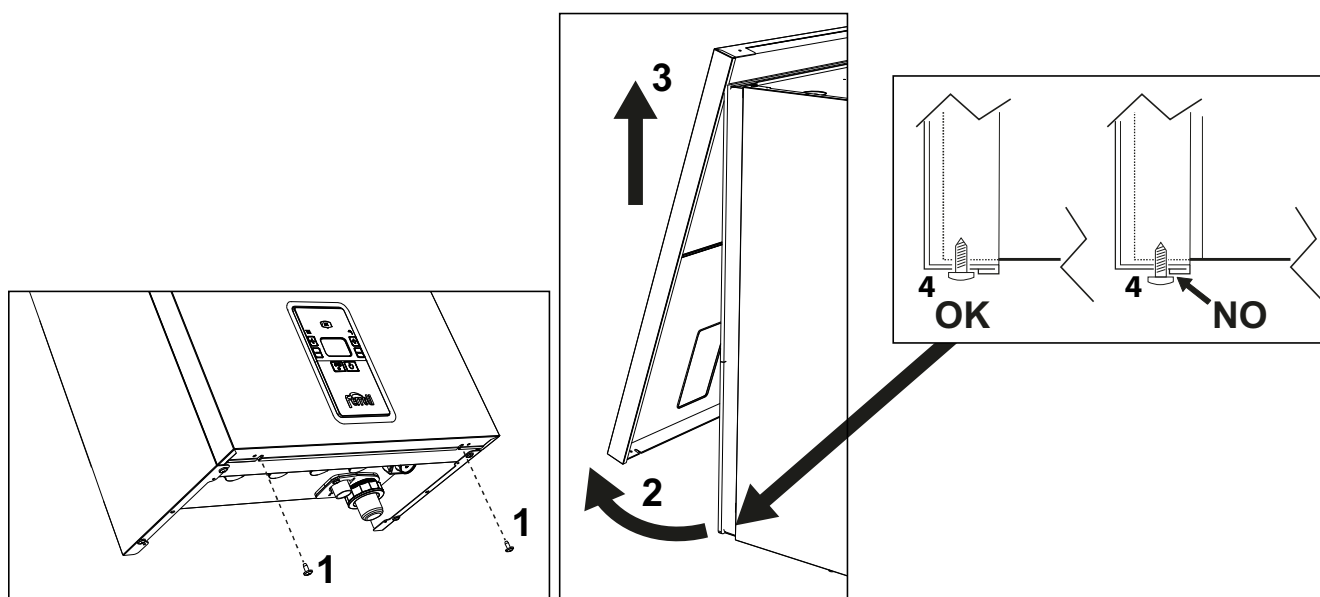

fig. 31- Openen van het voorpaneel
1. Draai de schroeven "1" los (zie fig. 31).
Ga in omgekeerde volgorde te werk om het voorpaneel weer te monteren. Verzekert u ervan dat de ketel goed is vastgehaakt aan de bovenste bevestigingen en aan de zijkanten volledig ondersteund wordt. De kop van de schroef "4" mag, als hij eenmaal aangehaald is, niet onder de onderste vouw van de aanslag zitten (zie fig. 31).